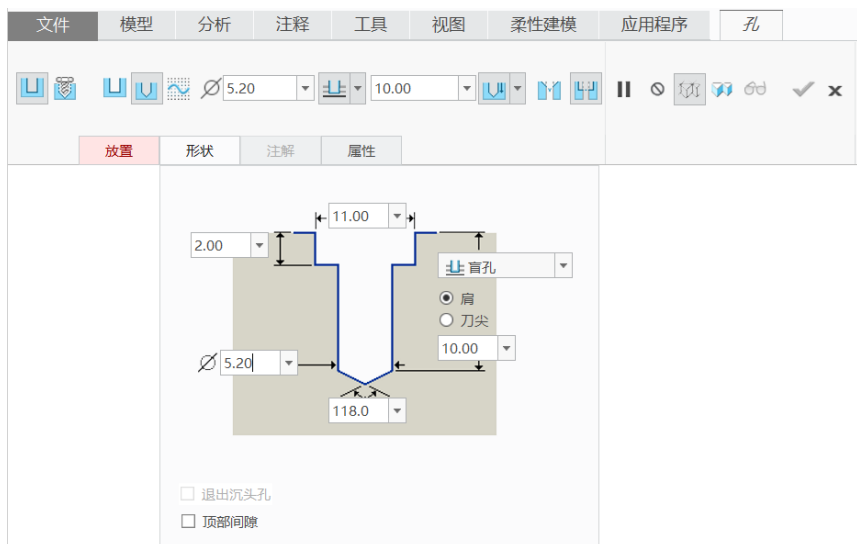

图 5-81 设置孔特征的相关选项及参数
- 2 在“孔”选项卡中设置图 5-81 所示的相关选项及参数，其中包含在“形状”面板中设置的形状尺寸，如沉孔台阶深度为“2”等。